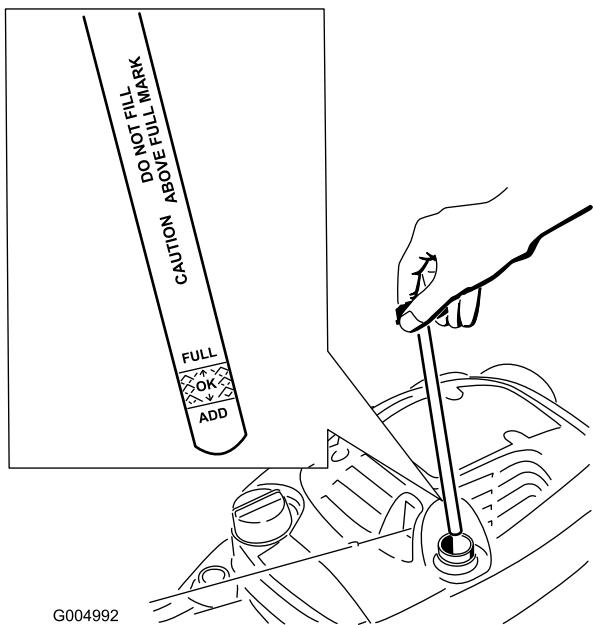

Figura 11
1. Retire la varilla, límpielo, y vuelva a colocarla (Figura 11).
2. Retire la varilla y compruebe el nivel de aceite (Figura 11). Si el nivel de aceite está por debajo de la marca **Add** de la varilla, vierta **lentamente** aceite en el tubo de llenado hasta que el nivel llegue a la marca **Full** de la varilla. **No llene demasiado.** (Capacidad máxima: 0,6 l (20 onzas), tipo: SAE 30W, aceite detergente con clasificación de servicio API SF, SG, SH, SJ, SL o superior.)